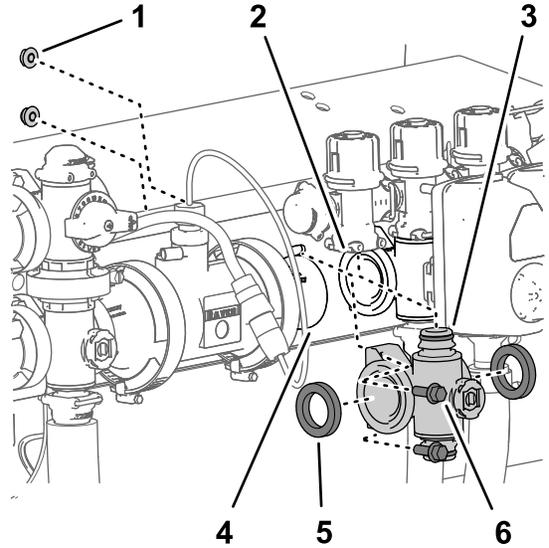

图 117
4. 对于左或右喷洒臂段阀歧管应松开将该喷洒臂段阀歧管固定至阀支架的 2 个凸缘头螺栓 $\frac{1}{4} \times \frac{3}{4}$ 英寸和 2 个凸缘锁紧螺母 $\frac{1}{4}$ 英寸图 117。
5. 向下移动喷洒臂段阀歧管和垫片使之与喷洒臂段旁通阀分开然后再离开机器图 117。